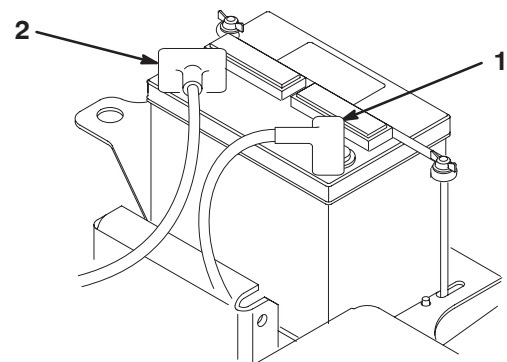

Bild 9
2. Schließen Sie das positive Batteriekabel (rot) vom Startermagnet an den positiven Pol (+) der Batterie an (Bild 9). Ziehen Sie es mit einem Schlüssel an und überziehen Sie die Klemmen/Pole mit Vaseline. Achten Sie darauf, dass das Kabel nicht mit dem Sitz in Berührung kommt, wenn der Sitz ganz nach hinten gestellt ist, da das Kabel ansonsten abgenutzt oder beschädigt werden kann.